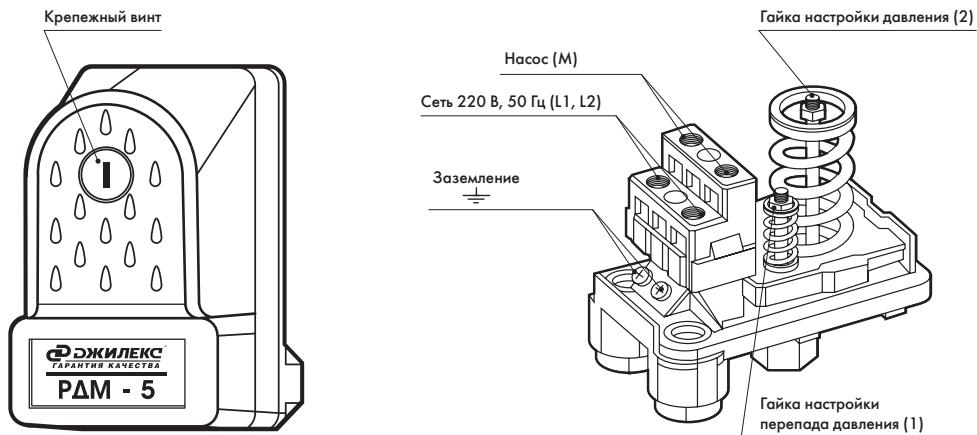

Рисунок 3
- отвинтить крепежный пластмассовый винт (рисунок 3), снять крышку реле.
Регулировка верхнего и нижнего предела давления РДМ-5 осуществляется гайкой (2), фиксирующей положение пружины (рисунок 3). Чтобы увеличить значение верхнего и нижнего предела давления, необходимо закручивать гайку по часовой стрелке.
**ВНИМАНИЕ!** При вращении гайки (2) значения верхнего и нижнего предела будут изменяться на одинаковую величину.
Гайка (1) предназначена для регулировки перепада давления путем изменения нижнего предела (рисунок 3). Чтобы уменьшить перепад давления, необходимо отвернуть гайку против часовой стрелки, тем самым ослабив пружину. Чтобы увеличить перепад давления, необходимо закручивать гайку по часовой стрелке.